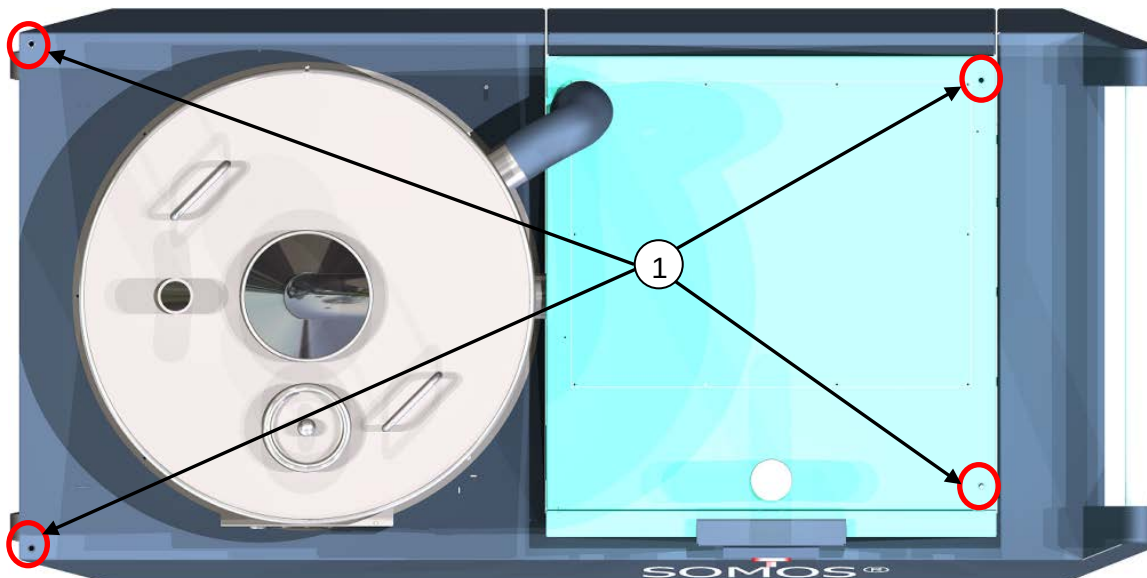

Abb.22 Vue d'en haut, points d'accrochage
Tenir compte des points d'accrochage Abb.22 (1) ! Veillez à fixer correctement le matériel de transport sur l'installation ou ses composants.
Quatre œillets M10 (voir Abb.22 , pos. (1)) sont prévus sur le sécheur de granulés comme points d'accrochage pour l'engin de levage. Le levage du sécheur n'est autorisé qu'à l'état vide !